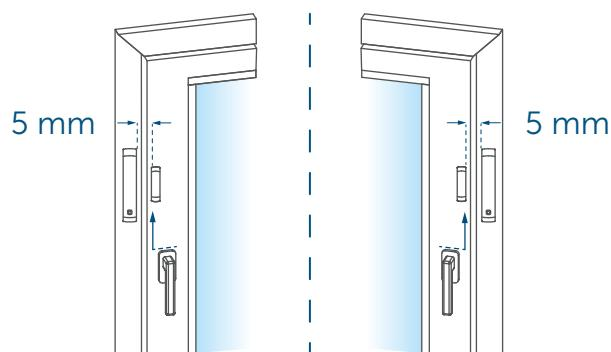

Abbildung 10
- Befestigen Sie den Fenster- und Türkontakt auf der Seite des Fenster-/Türgriffs im oberen Drittel auf dem Fenster-/Türrahmen („Abbildung 10“)
Der ideale Abstand zwischen der Gehäusekante des Fenster- und Türkontakts und des Magnetkontakts beträgt 5 mm („Abbildung 10“).